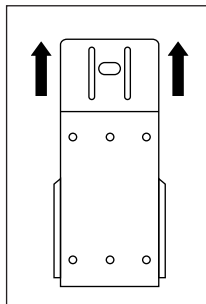

Abb. 2
- Befestigen Sie die Montageplatte an einer ebenen, stabilen, senkrechten Wand. Beachten Sie [**Abb. 2**] bezüglich der Ausrichtung der Montageplatte.